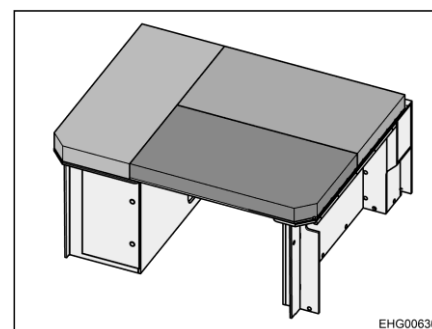

Bild 33 Bakre säng (ombyggnad för sänggående)
- Lägg ut dynorna enligt Bild 33 på sängytan.